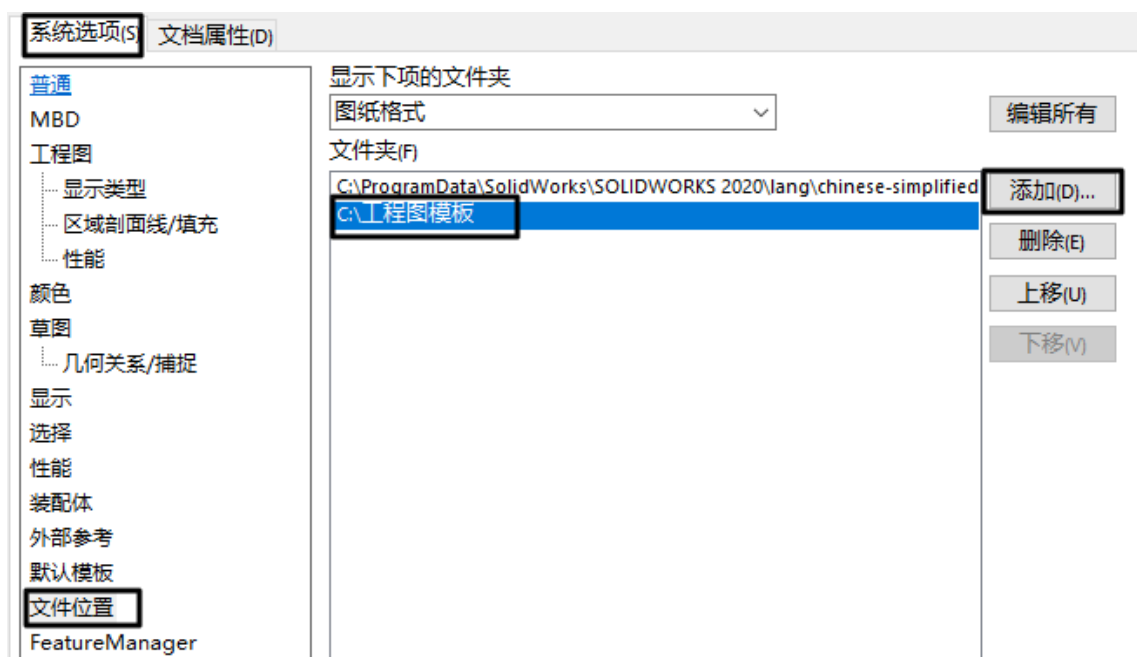

图 3-3 设置图纸格式位置
在“系统选项 (S)”对话框中，如图 3-3 所示，单击“系统选项”下的“文件位置”选项，在右侧窗口中“显示下项的文件夹 (S)”处设置为“图纸格式”，单击“添加”。在出现的“浏览文件夹”对话框中查找存放图纸格式的文件“工程图模板”，单击“确定”。返回到“系统选项 (S)”对话框，在“文件夹”列表框中已添加“图纸格式”文件的保存路径。